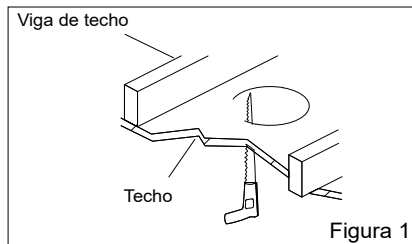

Figura 1
2. Use una sierra de punta para cortar una abertura en la superficie del techo (figura 1). Consulte la tabla 1 a continuación para conocer las dimensiones de la abertura. **Nota:** Asegúrese de no hacer aberturas más grandes que las especificadas en la tabla. Si la abertura es demasiado grande podría no ser posible la instalación adecuada de la lámpara.